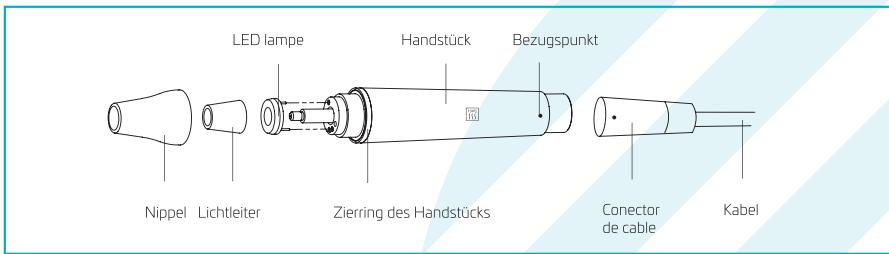

Abbildung 2 Handstück mit LED-Lampe
(wie in Abbildung 2 gezeigt).
4. Anweisungen für die Hauptkomponenten des abnehmbaren Handstücks (wie in Abbildung 2 gezeigt)